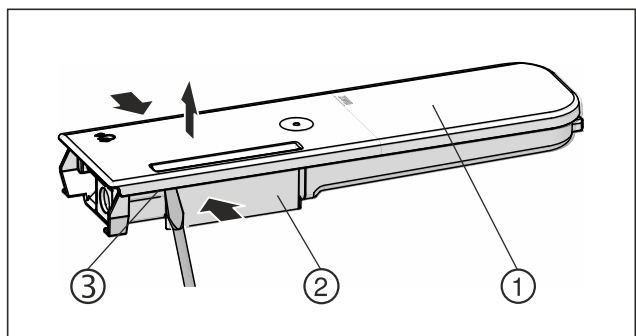

Fig. 151
- ▶ Trykk sammen vannbeholderen Fig. 151 (2) og jekk lokket Fig. 151 (1) forsiktig over låsetappene Fig. 151 (3) og trekk det opp.
- ▶ Flytt lokket Fig. 151 (1) litt fram og tilbake, og ta det av oppover.